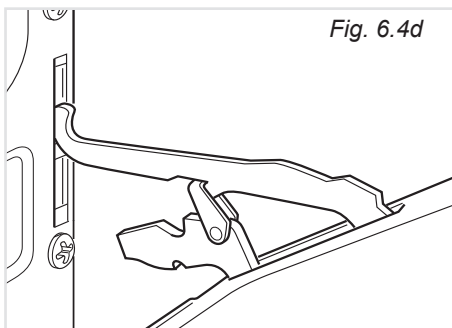

Fig. 6.4d
- Estrarre anche la baionetta superiore delle cerniere dal loro alloggiamento (fig. 6.4d).